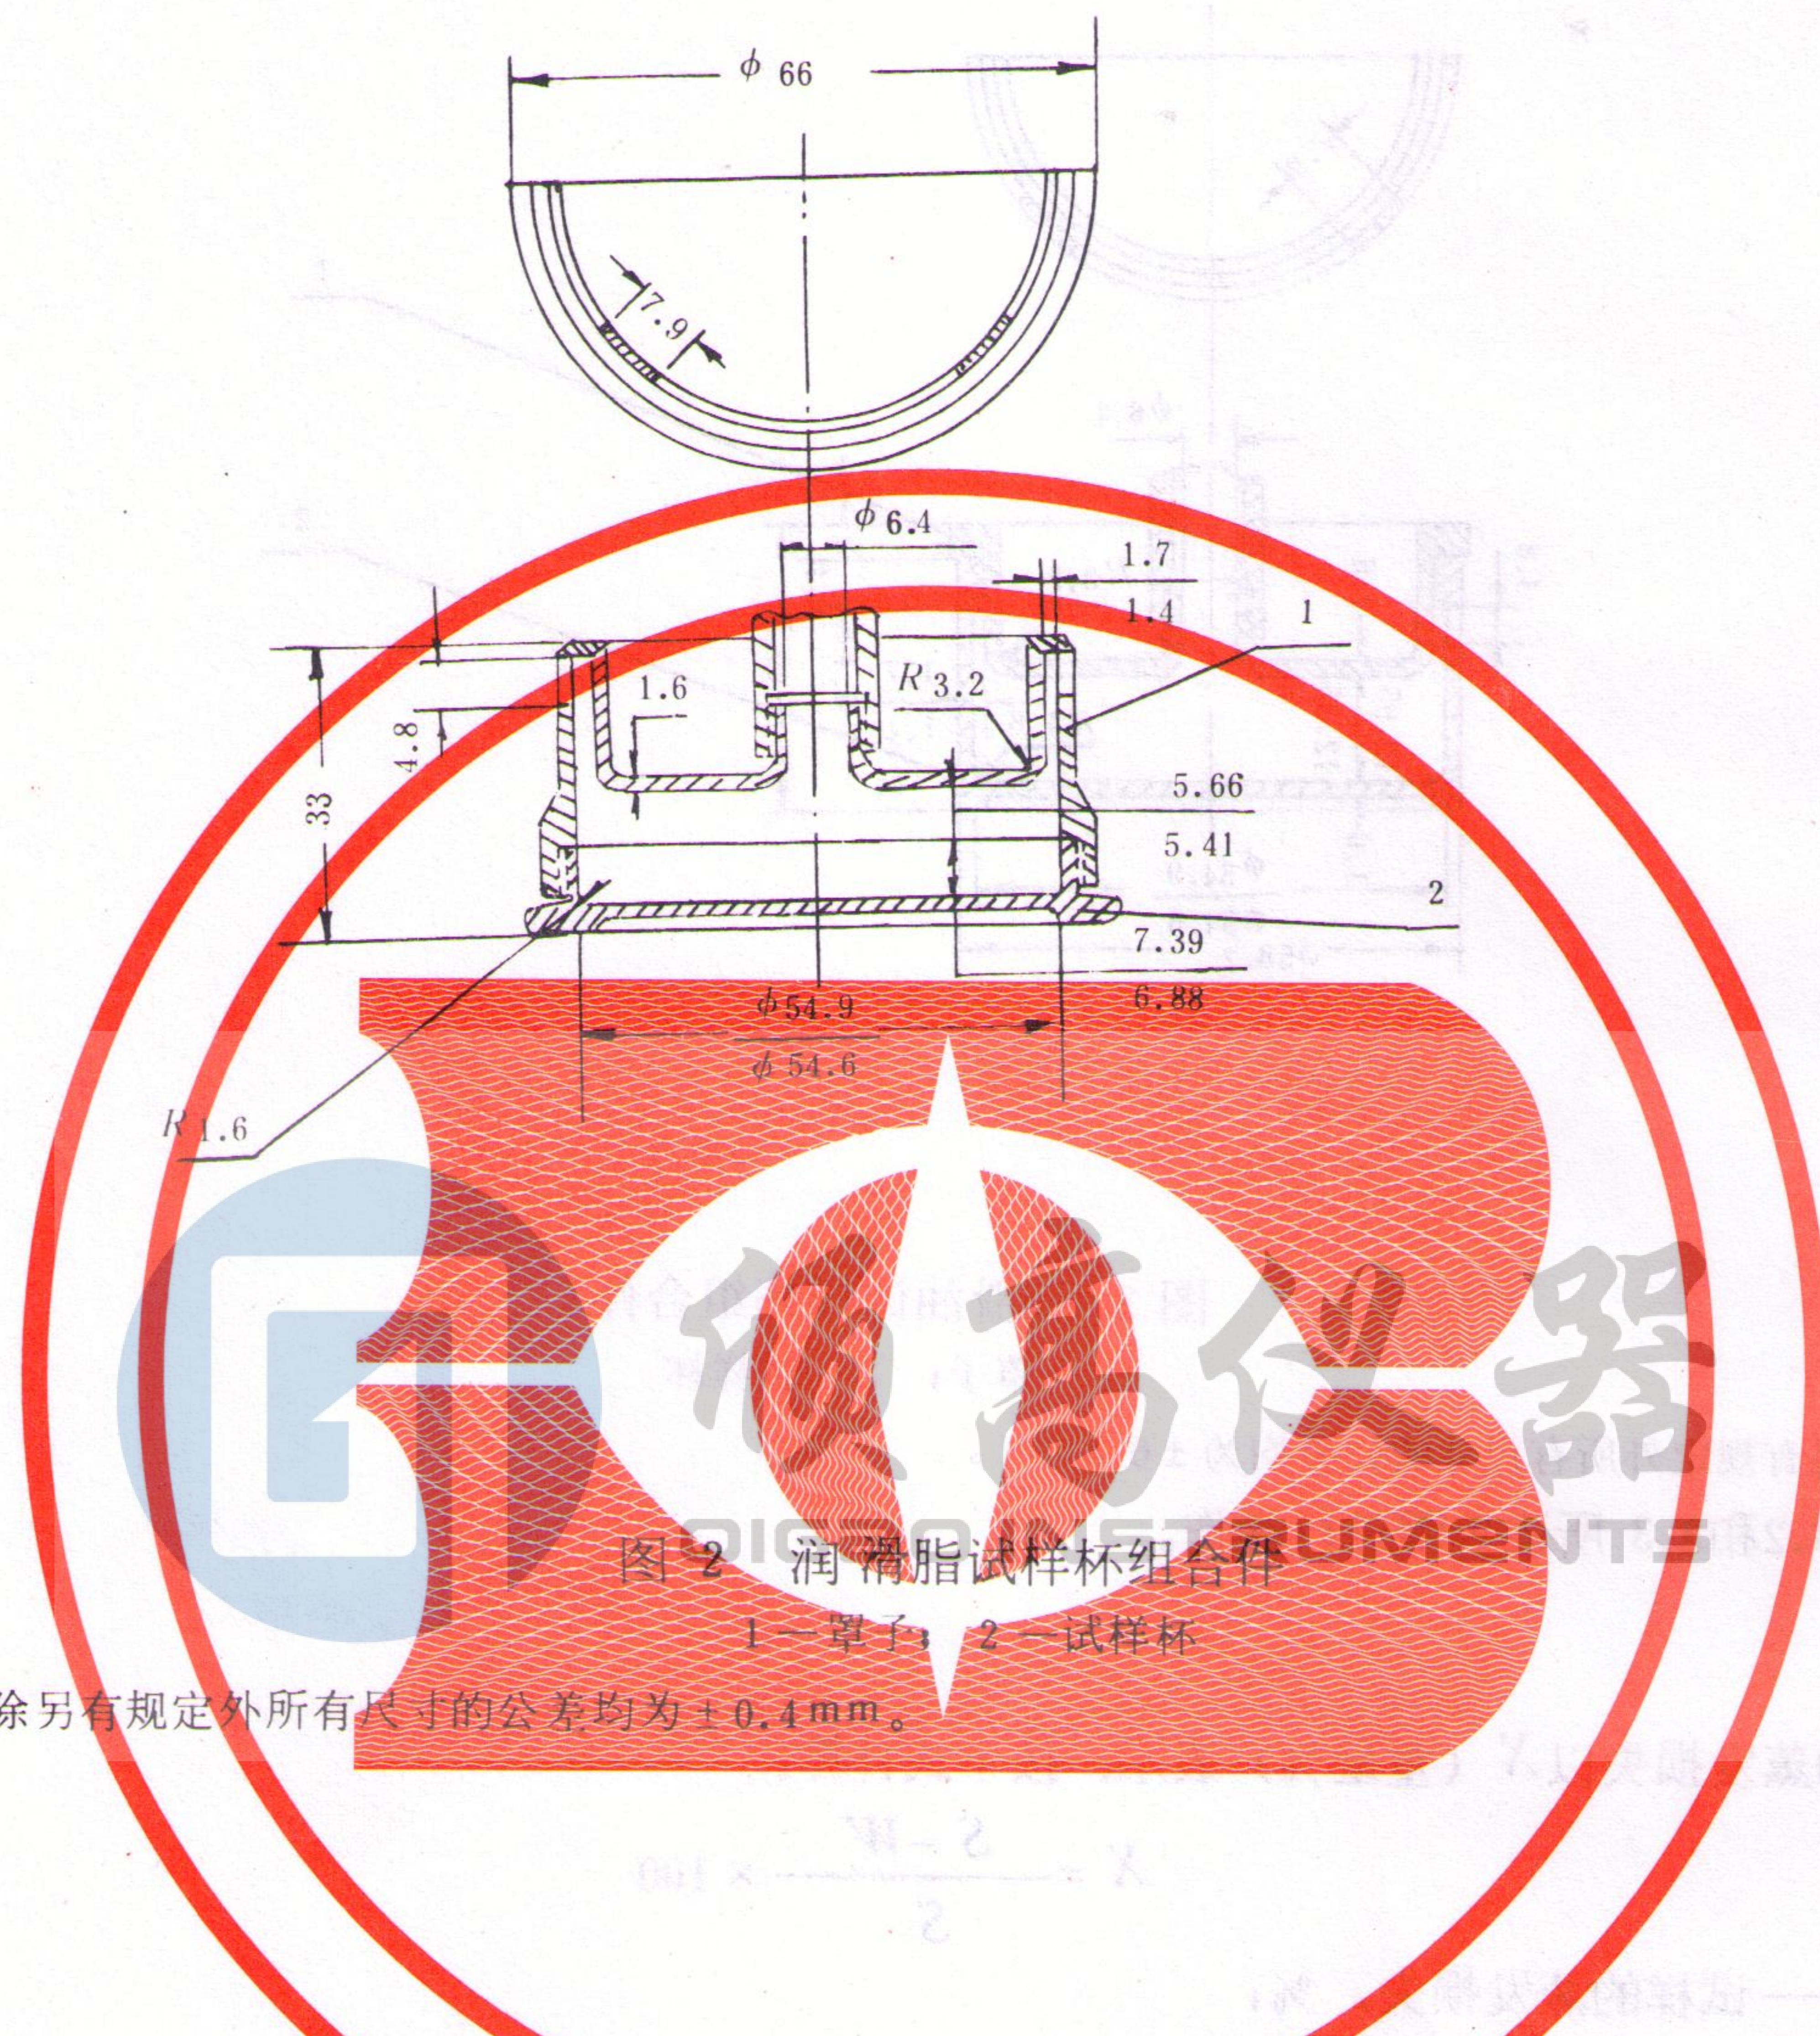

图 2 润滑脂试样杯组合件
**3.1** 称量洗净的试样杯和罩子（图2所示）精确至1 mg。取掉罩子，将脂杯填满润滑脂，操作中应小心，以防空气混入，用直边刮刀刮润滑脂使和脂杯边缘相平，用干净的棉纱擦掉留在脂杯边缘或螺纹处的润滑脂，把罩子紧密地拧到脂杯上而不要触动已刮平的润滑脂表面。称量组合件并记录试样的净重，精确至1 mg。